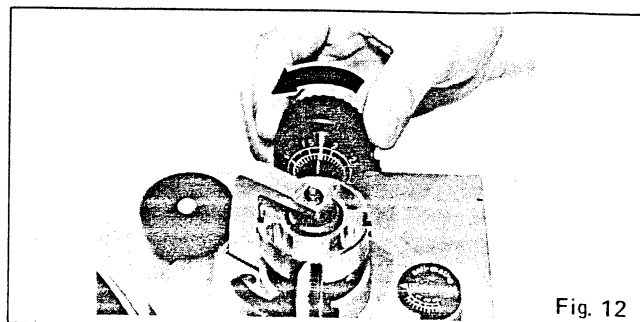

Fig. 12
- 6. Nach der Einstellung der horizontalen "0"-Balance, drehen Sie das Gegengewicht im Uhrzeigersinn (in der Pfeilrichtung), und bringen Sie es mit dem korrekten Auflagedruck in Übereinstimmung. (Vgl. Abb. 12.)